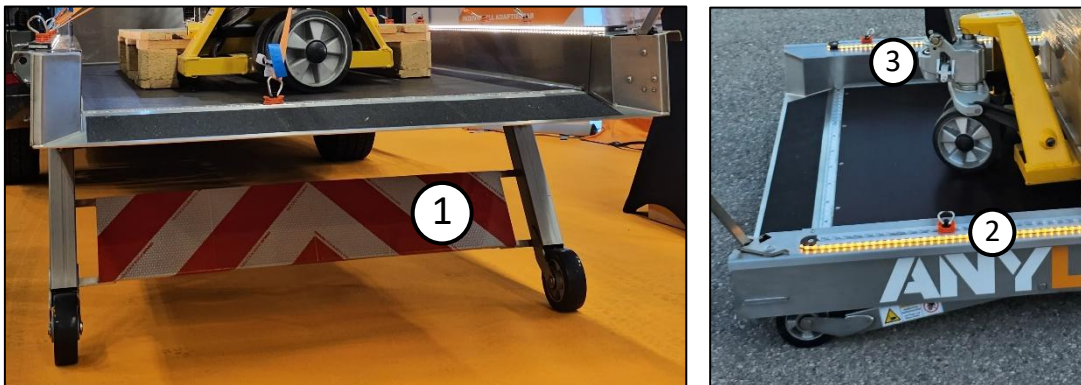

Abbildung 1: Reflektor und Beleuchtung (die Abbildung kann abweichen)
- Am hinteren Bereich der Hubladeplattform ist ein Reflektor angebracht. Dieser ist ersichtlich, sobald die Stützfüße des Hubladesystems ausgefahren sind (siehe Abbildung 1 links, Pos 1).
- Bei Aktivierung des Hubladesystems über den Bedienhebel werden zwei orangefarbene LED-Blinkstreifen auf der Außenseite der Hubladeplattform aktiviert (siehe Abbildung 1 rechts, Pos. 2). Im Normalbetrieb blinken die Warnblinkleuchten periodisch für 0,5 Sekunden.
- Bei Aktivierung des Hubladesystems über den Bedienhebel werden zwei weiße LED-Beleuchtungsstreifen auf der Innenseite der Hubladeplattform aktiviert (siehe Abbildung 1 rechts, Pos. 3). Im Normalbetrieb leuchten diese durchgehend. Zusätzliche Informationen siehe folgenden Hinweis.
Der Bedienhebel dient sowohl zur Steuerung als auch zur mechanischen Sicherung und Entsicherung der Hubladeplattform. In Abbildung 2 sind der gesicherte Zustand (links) und der Normalbetrieb (rechts) dargestellt. Um vom gesicherten in den Normalbetrieb zu gelangen, muss die Federkraft der Rastposition überwunden werden. Hierzu ist eine gewisse Zugkraft nach außen hin notwendig. Sowohl der gesicherte als auch der Normalbetrieb haben eine Einrastfunktion. Als Signal, dass das Hubladesystem betriebsbereit ist, leuchten die beiden Taster des Bedienhebels, sowie die weiße LED-Beleuchtungsstreifen (siehe Abbildung 1 rechts). Zum Einklappen muss der Hebel nur zurückgeschoben werden.